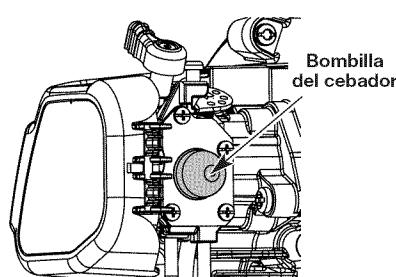

Fig. 6
3. Oprima completamente el cebador y suéltelo 10 veces. Hágalo lentamente. Se deberá ver un poco de combustible en el cebador y en las tuberías de alimentación de combustible (Fig. 6). Si no puede ver el combustible en el cebador, oprímalos y suéltelos tantas veces como sea necesario hasta que vea combustible en el mismo.